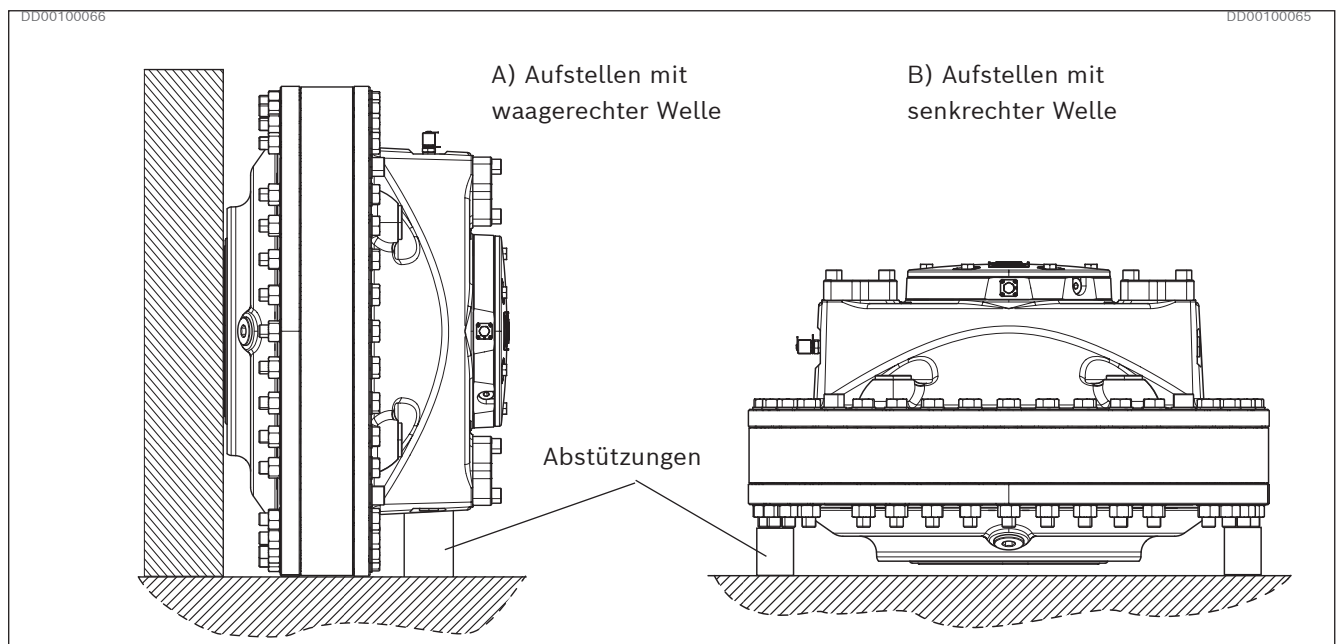

Bild 10: Aufstellen des CB-Motors auf einer flachen Oberfläche (Beispiel)
- Es empfiehlt sich zudem, Abstützungen an der Montagefläche des Motors vorzusehen, siehe *Bild 10*.
Wird der Motor auf eine flache Oberfläche wie beispielsweise einen Fußboden gestellt, muss er entweder auf seinen Außendurchmesser oder auf die ausreichend geschützte Endfläche der Hohlwelle gestellt werden. Es empfiehlt sich auch die Verwendung von Abstützungen wie in *Bild 10*.
- 1. Platzieren Sie den Motor wie in *Bild 10, B* – Aufstellen mit senkrechter Welle.
- 5. Platzieren Sie den Motor wie in *Bild 10, A*) Aufstellen mit waagerechter Welle oder altern. B) Aufstellen mit senkrechter Welle.